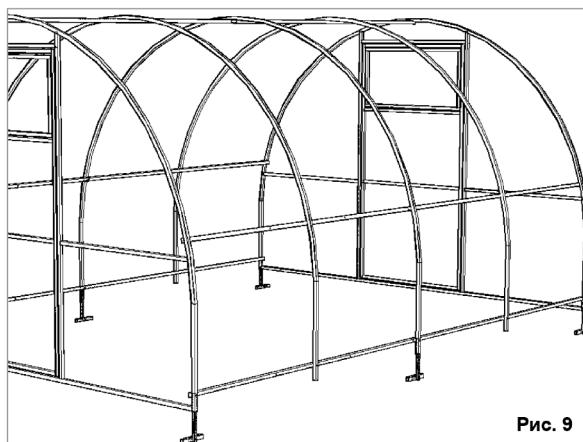

Рис. 9
- 5.2.6. Прикрутите второй торец для теплицы длиной 4 м (рис. 9). Для удлинения теплицы на 2 м используйте вставки.